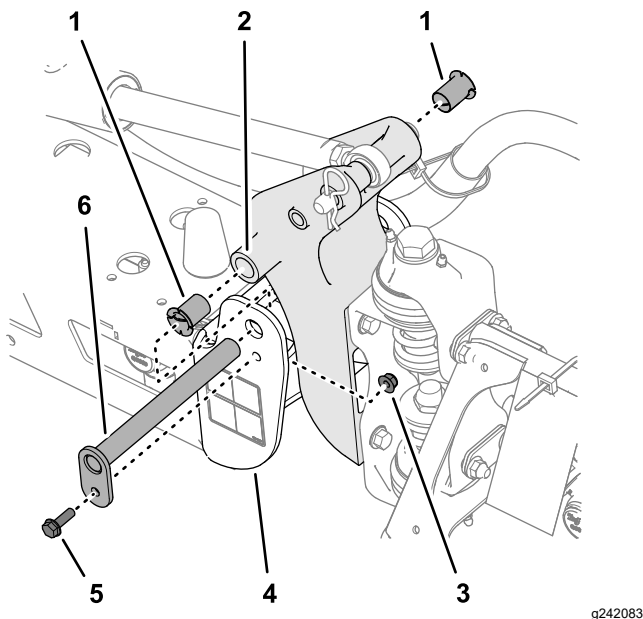

Figure 115
3. Retirez le boulon et l'écrou qui fixent l'axe de pivot puis déposez l'axe (**Figure 115**).
5. Déposez et examinez les bagues en nylon à l'avant et à l'arrière du support de pivot (**Figure 115**).
6. Lubrifiez les bagues en nylon avec un peu d'huile et posez-les dans le support de pivot (**Figure 115**).
7. Alignez les trous du support de pivot et les trous du profilé d'extrémité (**Figure 115**).